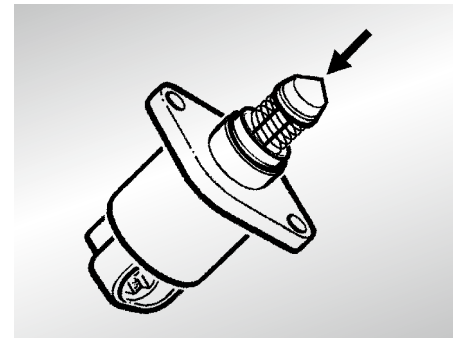

Abb. 3: Schrittmotor
Der Stellkegel (Pfeil), Abb. 3 des Schrittmotors darf nicht aus dem Gehäuse herausgezogen bzw. nicht von der Gewindestange abgezogen werden, Zerstörungsgefahr.
- Auf das Ende des Stellkegels (Pfeil), Abb. 3 mit Daumen leichten axialen Druck ausüben und dann Zündung einschalten.